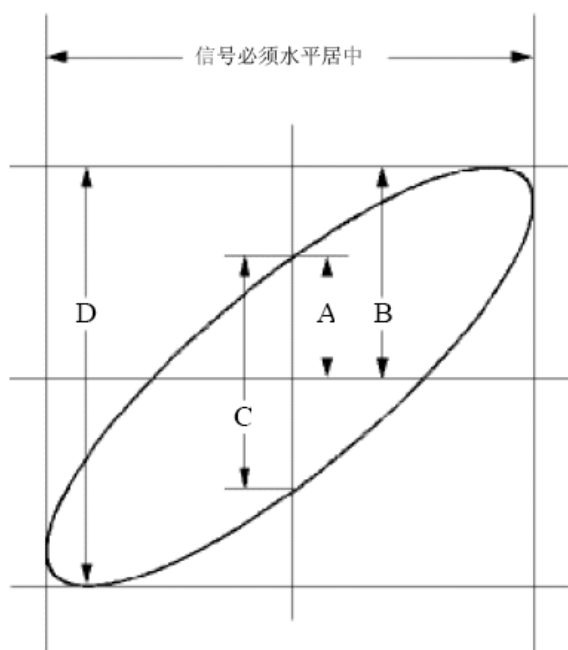

图 9-6: 李沙育 (Lissajous) 图形
- (7) 调整 **垂直档位**、**垂直位移** 旋钮使波形达到最佳效果。
(8) 应用椭圆示波图形法观测并计算出相位差。见图 9-6。